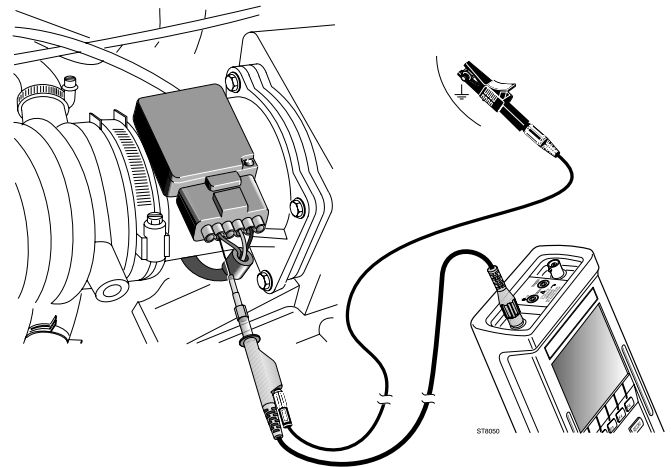

Bild 46, Testen eines analogen Luftmengen-Sensors
3. Schließen Sie die Meßleitungen so an, wie dies von der Funktion **Anschlußhilfe** und in Bild 46 dargelegt wird.